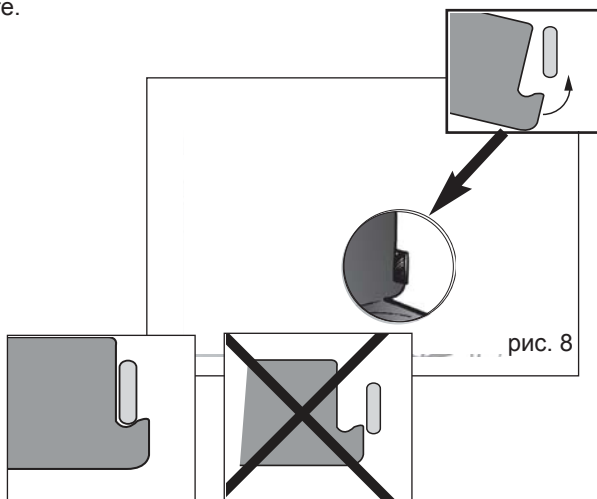

рис. 8
- Обратите внимание на то, чтобы правильно расположить раму под штифтом (рис. 8).